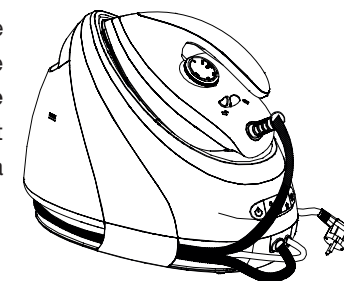

FIGURE 5
4. Placez le fer sur son repose-fer et verrouillez-le (reportez-vous au paragraphe « Système de verrouillage du fer »). **Laissez refroidir complètement la centrale (fer et chaudière) avant de la ranger** dans un endroit sûr. Enroulez les cordons secteur et vapeur autour de la centrale pour les ranger (voir figure 5 ci-contre).